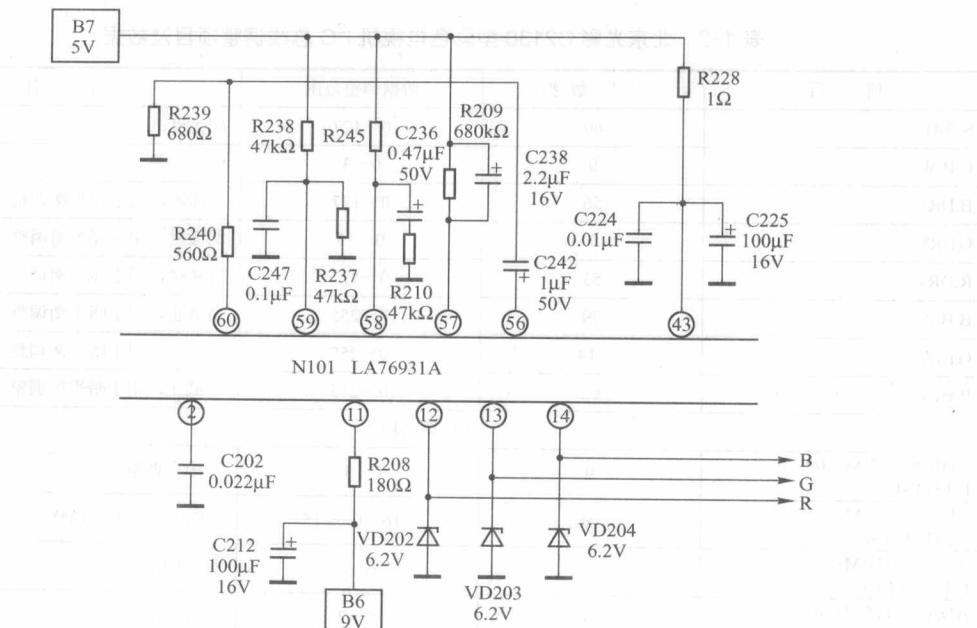
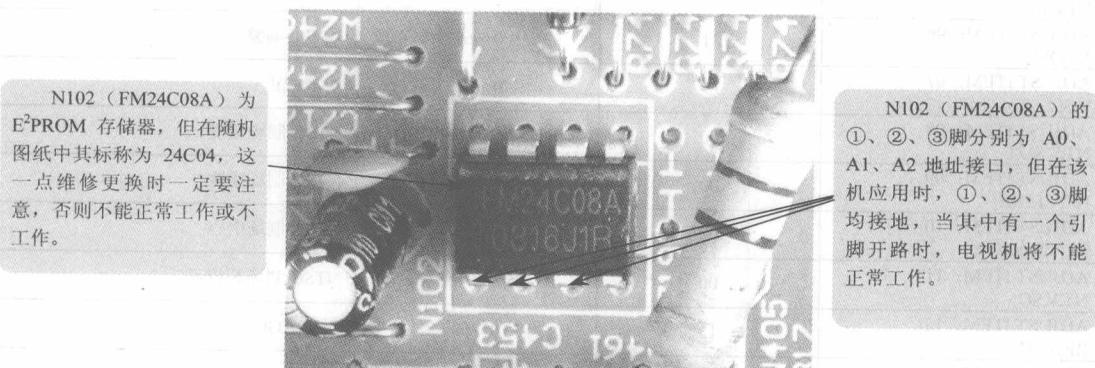
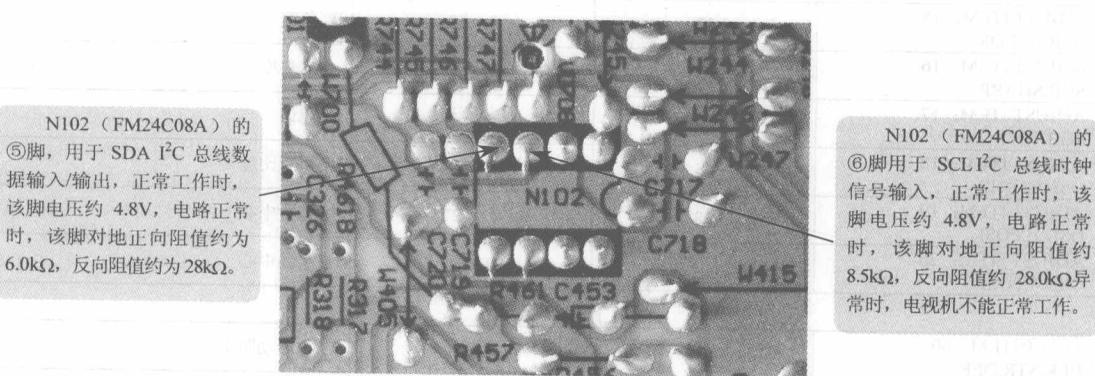

图 1-5 北京光彩 C2130 型彩色电视机 RGB 基色信号输出电路原理图（仅供参考）
图 1-6 北京光彩 C2130 型彩色电视机 N102 (FM24C08A) 元器件组装实物图
图 1-7 北京光彩 C2130 型彩色电视机 N102 (FM24C08A) 引脚印制线路实物图
经检查，发现 N101 (LA76931A) 的⑫、⑬、⑭脚和⑯~⑳脚工作电压均异常，但检查外围元器件均未见异常，图 1-5 为北京光彩 C2130 型彩色电视机 RGB 基色信号输出电路原理图。试更换 LA76931A 后，故障依旧存在，因而说明故障点不在超级芯片电路上。这时根据检修经验，试更换 N102 (FM24C08A) 存储器，并重调 I²C 总线后，故障彻底被排除。图 1-6 为北京光彩 C2130 型彩色电视机 N102 (FM24C08A) 元器件组装实物图，图 1-7 为北京光彩 C2130 型彩色电视机 N102 (FM24C08A) 引脚印制线路实物图，北京光彩 C2130 型彩色电视机 I²C 总线调整项目及数据见表 1-2。